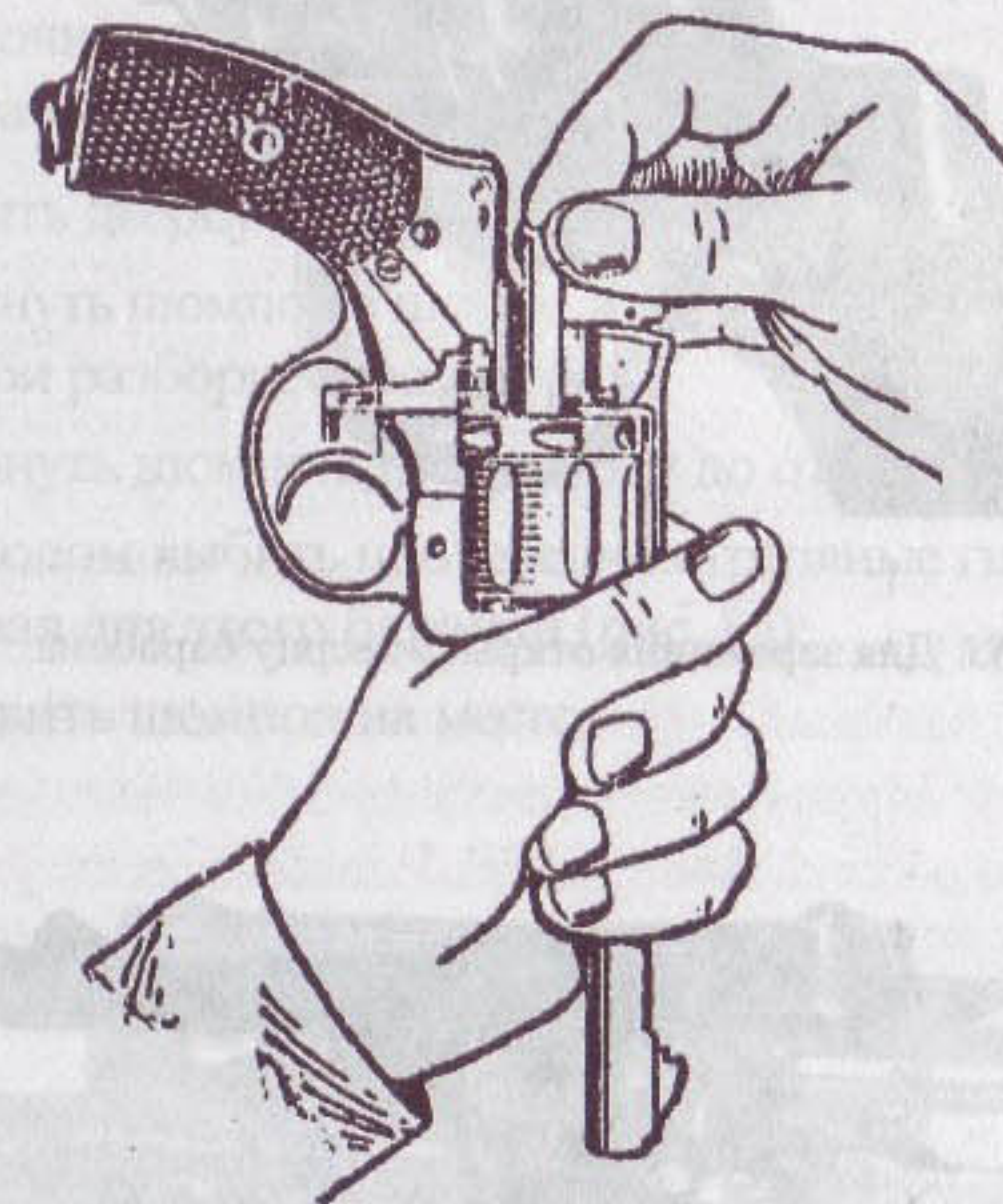

Рис. 82. Как зарядить револьвер
- ♦ взять револьвер в левую руку «стволом вниз» так, как показано на рис. 82, в правую руку взять семь патронов\*;